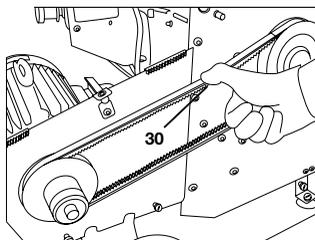

Figura 24
La correa (30) estará correctamente tensada cuando pueda presionarla unos 10 mm con el pulgar (Figura 24).
Tense la correa (30) hasta que pueda presionarla unos 10 mm con el pulgar (Figura 24).